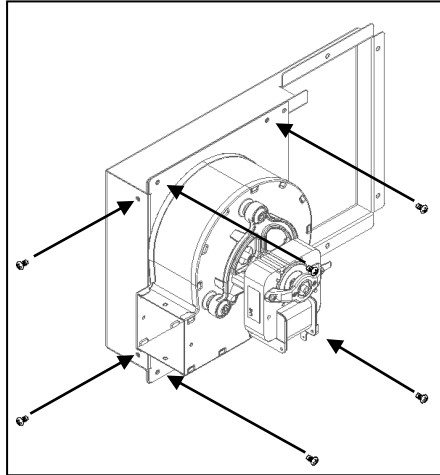

Figure 125 - Support de fixation avec ventilateur
c) Serrer l'ensemble Figure 125 sur la face latérale de la chambre de combustion à l'aide de 6 vis **A** (DIN 7981 FA 5,5x13) dans les trous prévus à cet effet.